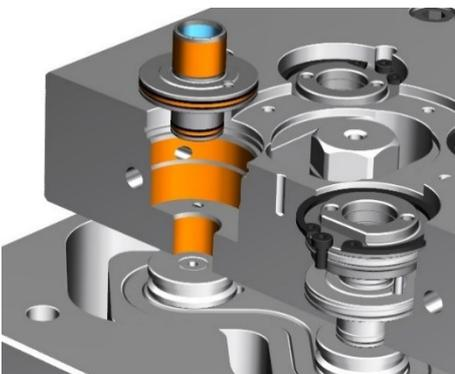

Figura 43: Zonas a engrasar
- 3) Engrase las juntas tóricas del pistón del cilindro y las superficies de funcionamiento con lubricante de engrase (HASCO Z260) (áreas resaltadas en naranja en la Figura 43). El área marcada en azul debe permanecer libre de grasa.
- 3) Engrase las juntas tóricas de la unidad de pistón y las superficies de funcionamiento con lubricante de (HASCO Z260) (áreas resaltadas en azul en la Figura 43).